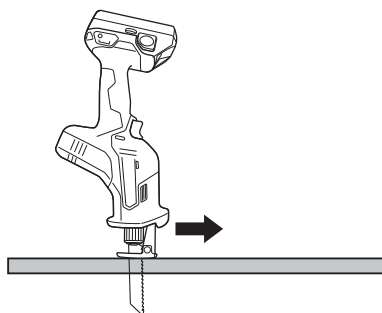

Fig. 26
(3) Tirez l'interrupteur à fond et avancez lentement la scie. (Fig. 26).